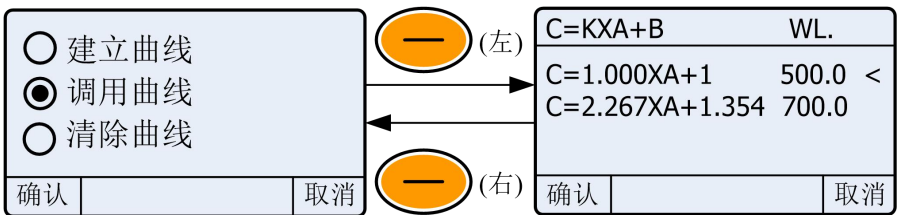

图 4-12
- 、 选择 “调用曲线”，、 选择对应的曲线方程， (左) 确认 (图 4-12);